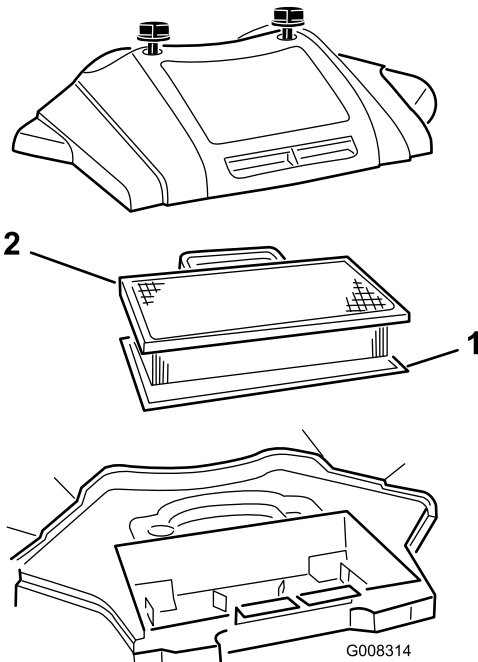

Figura 21
3. Retire el filtro de papel y el de gomaespuma. (Figura 21)
3. Instale la cubierta del limpiador de aire y los pomos (Figura 21).